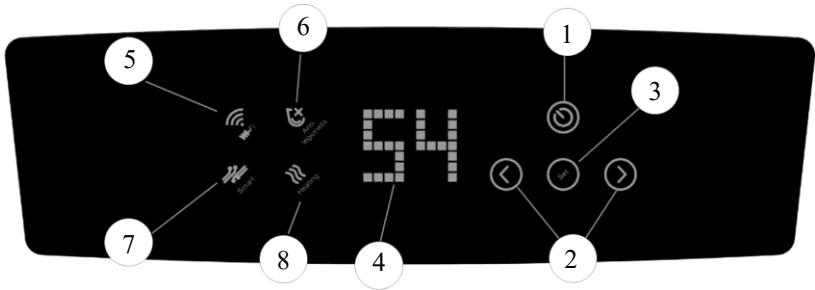

Abbildung 2. Elektronisches Bedienfeld
Das Ein- und Ausschalten erfolgt über die **Ein/Aus-Taste** (Abb. 2, Pos. 1).
Bei aktivem Heizbetrieb (Abb. 2, Pos. 8) wird das Wasser bis zur eingestellten Temperatur erwärmt. Nach Erreichen der Solltemperatur wechselt das Gerät in den Wärmeerhaltungsmodus. Sinkt die Temperatur um **8 °C**, startet die Nachheizung automatisch.
Die Einstellung erfolgt über „</>“ (Abb. 2, Pos. 2).
Einstellbereich **30–75 °C** (Abb. 2, Pos. 4).
9. **„Set“-Taste (Abb. 2, Pos. 3):**
10. Kurz drücken: Anti-Legionellen-Modus ein-/ausschalten (Abb. 2, Pos. 6)
11. 3 Sekunden drücken: Smart-Modus ein-/ausschalten (Abb. 2, Pos. 7)
2. Halten Sie bei eingeschaltetem Gerät die **Ein/Aus-Taste** am Bedienfeld **3 Sekunden** gedrückt (Abb. 2, Pos. 1). Die **WLAN-Anzeige** erscheint (Abb. 2, Pos. 5).